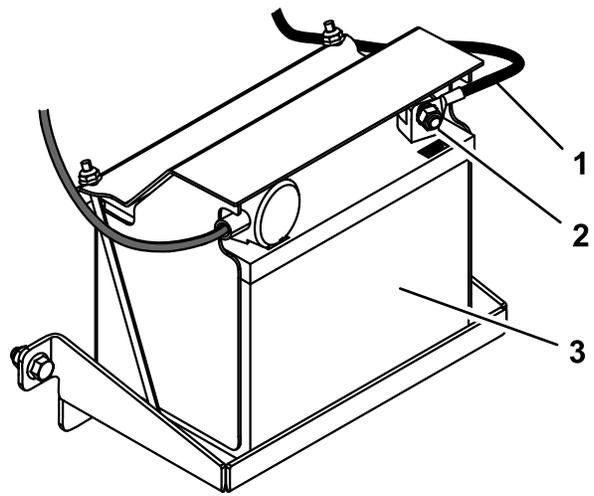

Рисунок 5
- Подсоедините отрицательный кабель к отрицательному (-) штырю аккумуляторной батареи, используя болт и гайку, прикрепленные к кабелю (Рисунок 5).